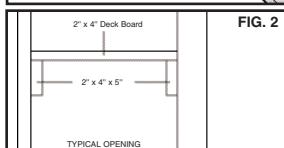
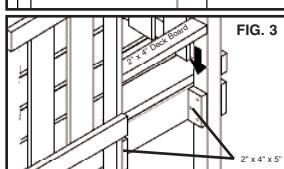

FIG. 2
FIG. 3
1. Make sure slide opening is between 23 -1/4" and 28". (Fig. 2 represents a typical slide attachment opening). If not, prepare slide attachment opening by cutting two 2" x 4" x 5" and one 2" x 4" to the width of slide opening shown in (See Fig. 2). Place the 2" x 4" x 5" deck supports so that the top of the 2" x 4" deck board is flush with the top surface of the existing deck boards. (See Fig. 3)
1. Asegúrese que la abertura para el tobogán se encuentra entre 23 -1/4" y 28". (Fig. 2 representa una abertura típica para conectar un tobogán). Si no es así, prepare la abertura para el tobogán al cortar dos 2" x 4" x 5" y un 2" x 4" al ancho de la abertura del tobogán como se muestra (Vea la Fig. 2). Coloque los soportes de 2" x 4" x 5" de la plataforma de tal manera que la parte superior de la tabla de 2" x 4" para plataforma, se encuentre alineada con la superficie superior de las tablas existentes para la plataforma. (Vea la Fig. 3)